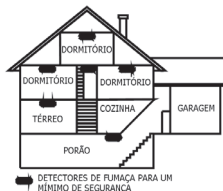

Figura 3: Local para o estabelecimento de detectores de fumo e de calor numa residência com vários andares
- ◆ Instale um detector de fumo e de calor em cada piso da casa ou apartamento de vários pisos, conforme é mostrado na Figura 3.